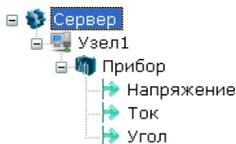

Рис. 2.1 ОРС переменные
2. Запустите MasterSCADA – создайте новый проект Датчики напряжения. Система – по правой кнопке – вставить Компьютер 1. По правой кнопке на АРМ оператора – Вставить OPC сервер – InSAT Modbus OPC server DA. По правой кнопке на InSAT Modbus OPC server DA – вставить OPC переменные, рис. 2.1.